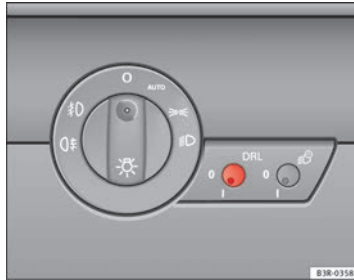

Abb. 88 Schalter Tagfahrlicht
- Drücken Sie kurz auf den Knopf ⇒ Abb. 88, um ihn aus seiner Position auszurasen.